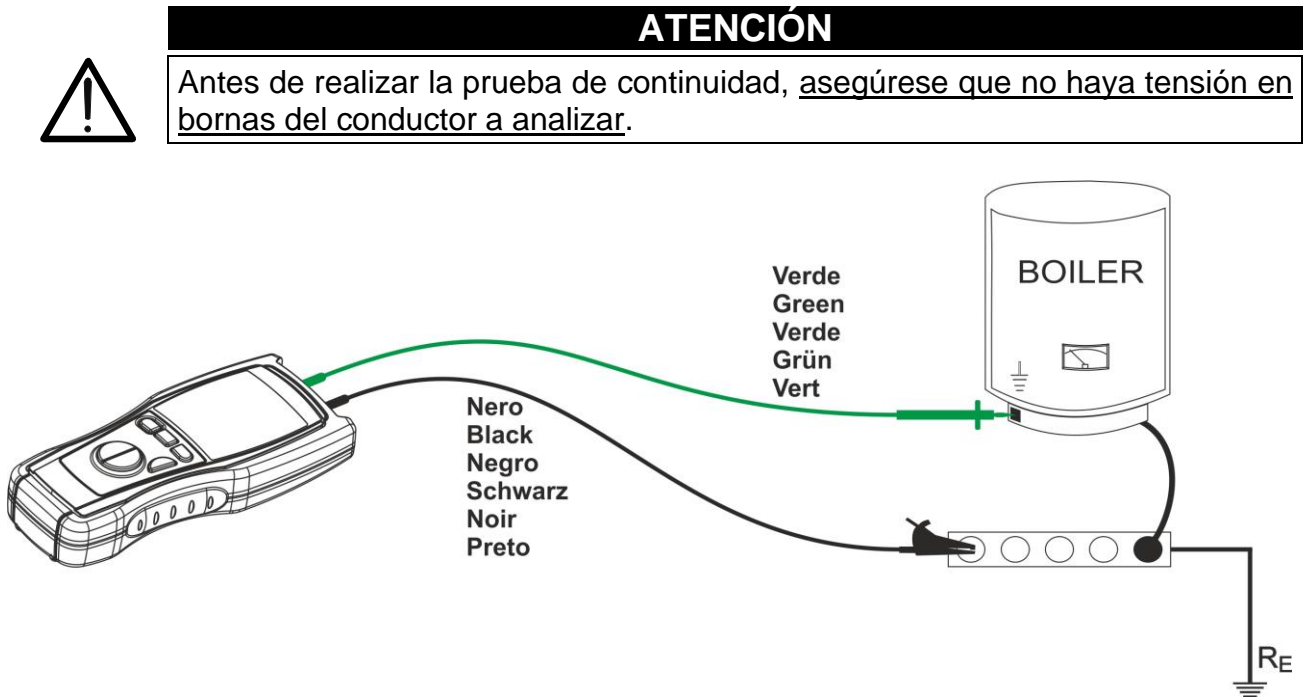

Fig. 9: Conexión de las puntas de prueba del instrumento en continuidad Ω 0.2A
7. Conecte los terminales del instrumento al conductor que se desea efectuar la prueba de continuidad (ver Fig. 9)